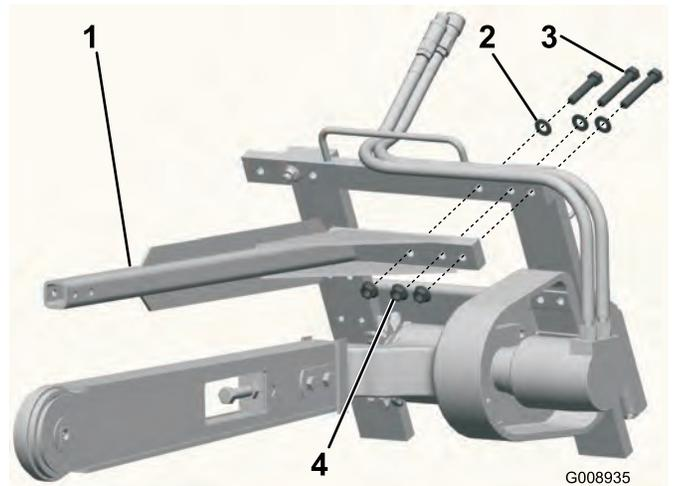

Figure 4
- Retirez les 3 boulons, rondelles et écrous à embase situés sur l'angle supérieur gauche du bâti de la trancheuse (Figure 4).
- À l'aide des fixations enlevées précédemment, montez la barre de sécurité de la trancheuse comme illustré à la Figure 4.